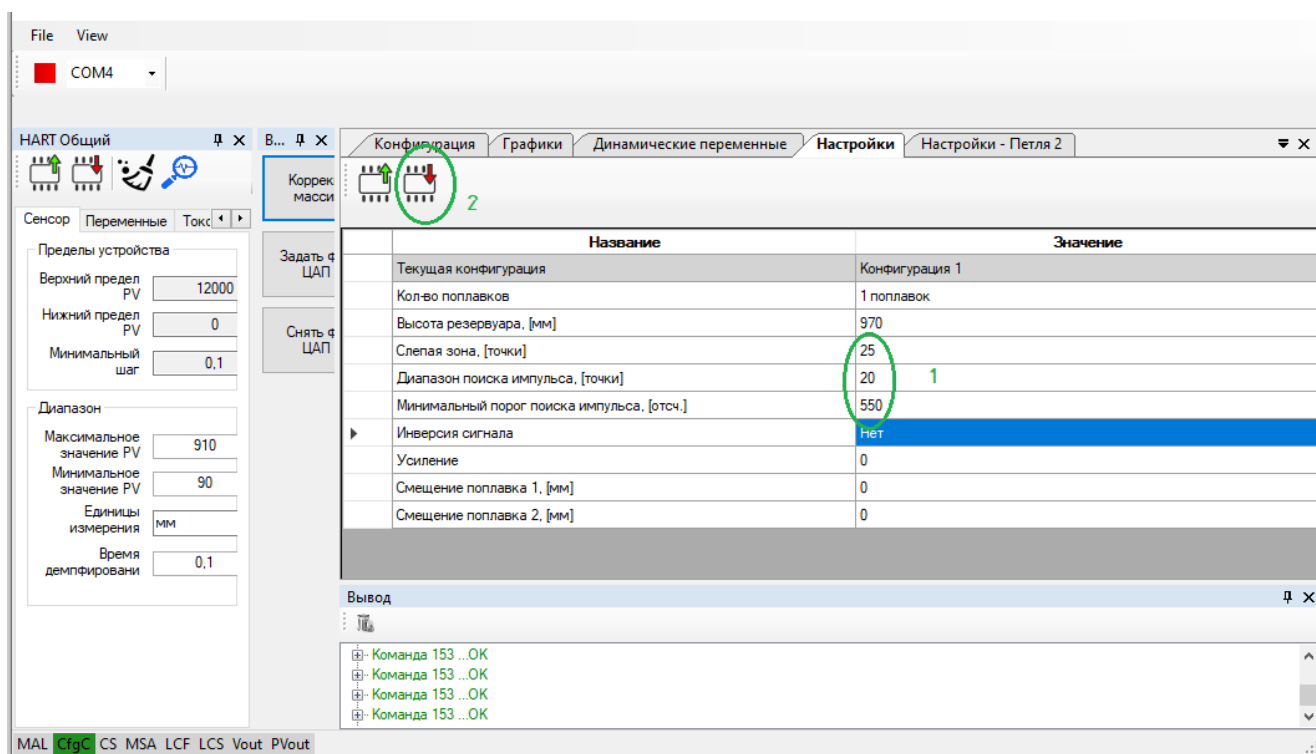

Рисунок 28 - Сохранение параметров обнаружения импульсов
1.7.5.8 Ввести значения определенных параметров в настройки и сохранить их (рисунок 28).